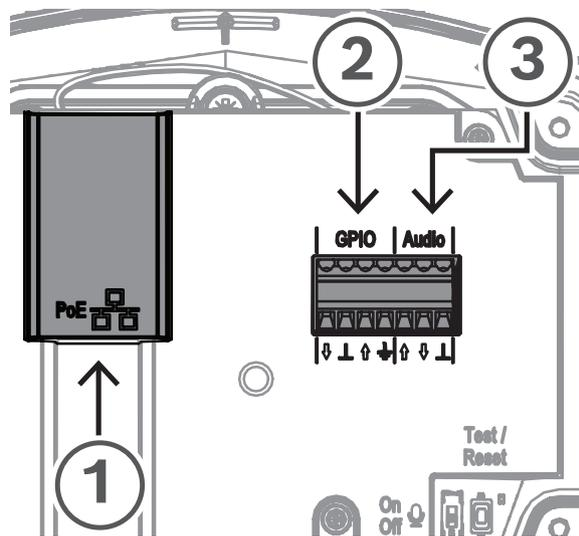

Figura 2.3: Painel traseiro da corneta para sonorização IP (sem a tampa)
Conexão da rede (Figura 2.3, legenda 1)
4. Conecte essa extremidade do cabo à porta de rede (Figura 2.3, legenda 1).
Conexão do GPIO (Figura 2.3, legenda 2)
Conexão do áudio analógico (Figura 2.3, legenda 3)
4. Conecte os fios ao terminal de áudio no dispositivo (Figura 2.3, legenda 3).